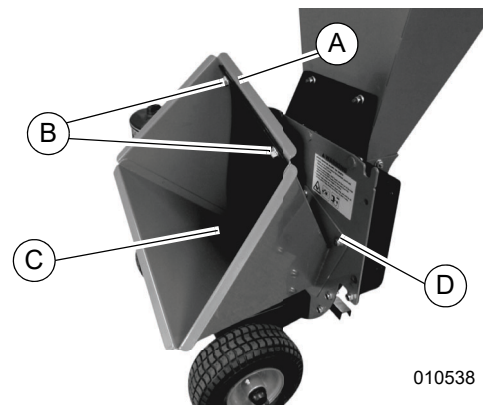

Figura 2-8. Instalación del conducto de la astilladora
- Consulte la **Figura 2-8**. Con una llave de 7/16 pulg. y 3/8 pulg., retire una contratuerca (A) de uno de los pernos de la protección del conducto de la astilladora (B), colóquela en el conducto de la astilladora (C), y vuelva a instalar holgadamente la contratuerca. Repita lo mismo para la segunda contratuerca. Apriete completamente ambas contratuercas.
- Instale el conducto de la astilladora en los espárragos de la carcasa y fije con tres contratuercas con brida de 5/16-18 (D) con una llave de 1/2 pulg.